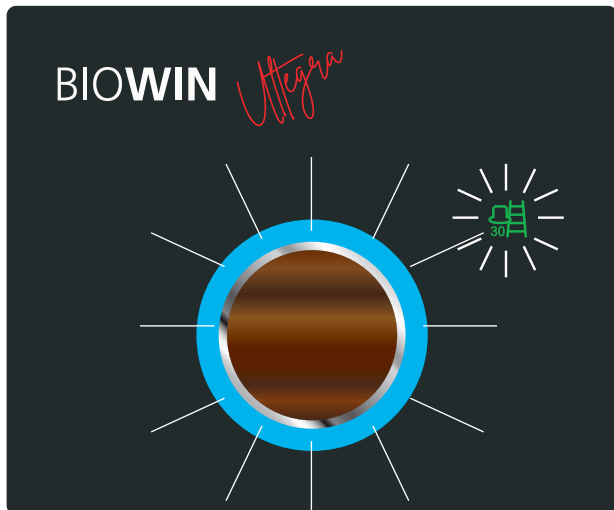

Fig. 22
- ▶ Premere di nuovo brevemente il pulsante myMagic. Il simbolo spazzacamino 30 %  e l'anello colorato (colore a seconda della fase di funzionamento – punto 8.2) lampeggiano – Fig. 22. La caldaia modula con portata al 30% ed è pronta per la misurazione. La temperatura della caldaia viene regolata a circa 60 °C per 120 minuti.